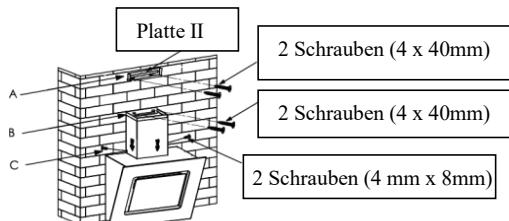

Abb. 7
8. Bringen Sie den Schacht an der Oberseite der Dunstabzugshaube an und befestigen Sie Platte I mit zwei Schrauben (4 mm x 40 mm) an der Wand (Position B). Befestigen Sie mit zwei Schrauben (4 mm x 8 mm) den Schacht auf beiden Seiten an der Dunstabzugshaube (siehe Abb. 7).